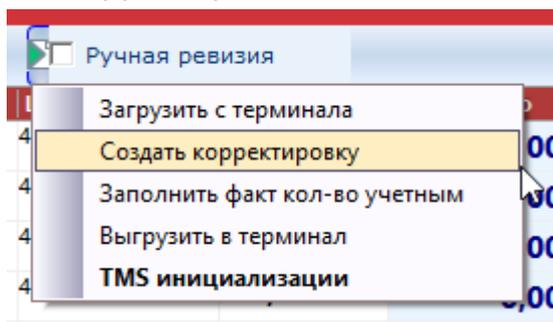

Рис.158. Создание документа Корректировка количества
12. Создаем корректировку (см. рис.158)